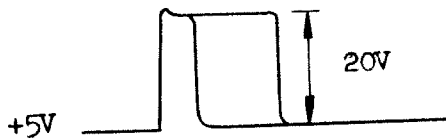

Bild 2
66. Kontrollera att pulsen i testuttag A överensstämmer med bild 2.